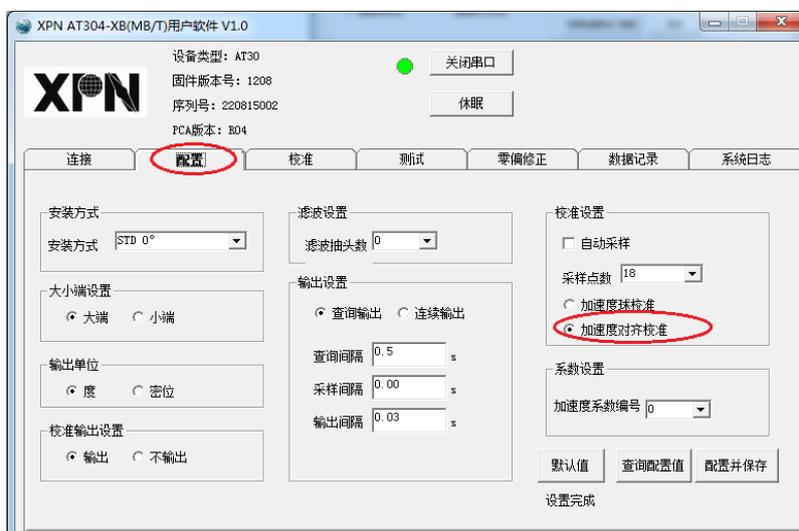

图 6-2-1
(1) 在“配置”页面按照图 6-2-1 所示配置，点击“配置并保存”按钮，保存成功后界面显示：设置完成。